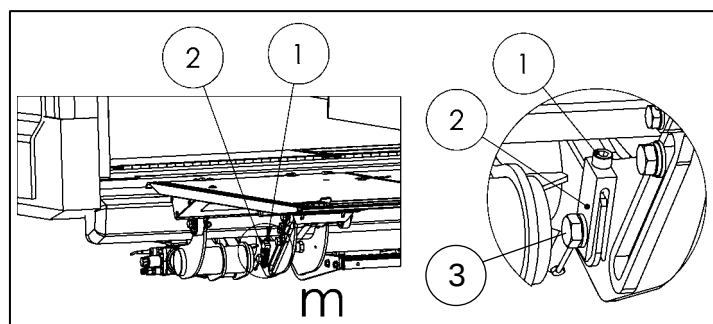

Abbildung 83
- Um die Plattform parallel zum Fahrzeugboden auszurichten, muss das Hubwerk mit der linken Justiergabel (Stellschraube von oben zugänglich) eingestellt werden (siehe Abbildung 83).